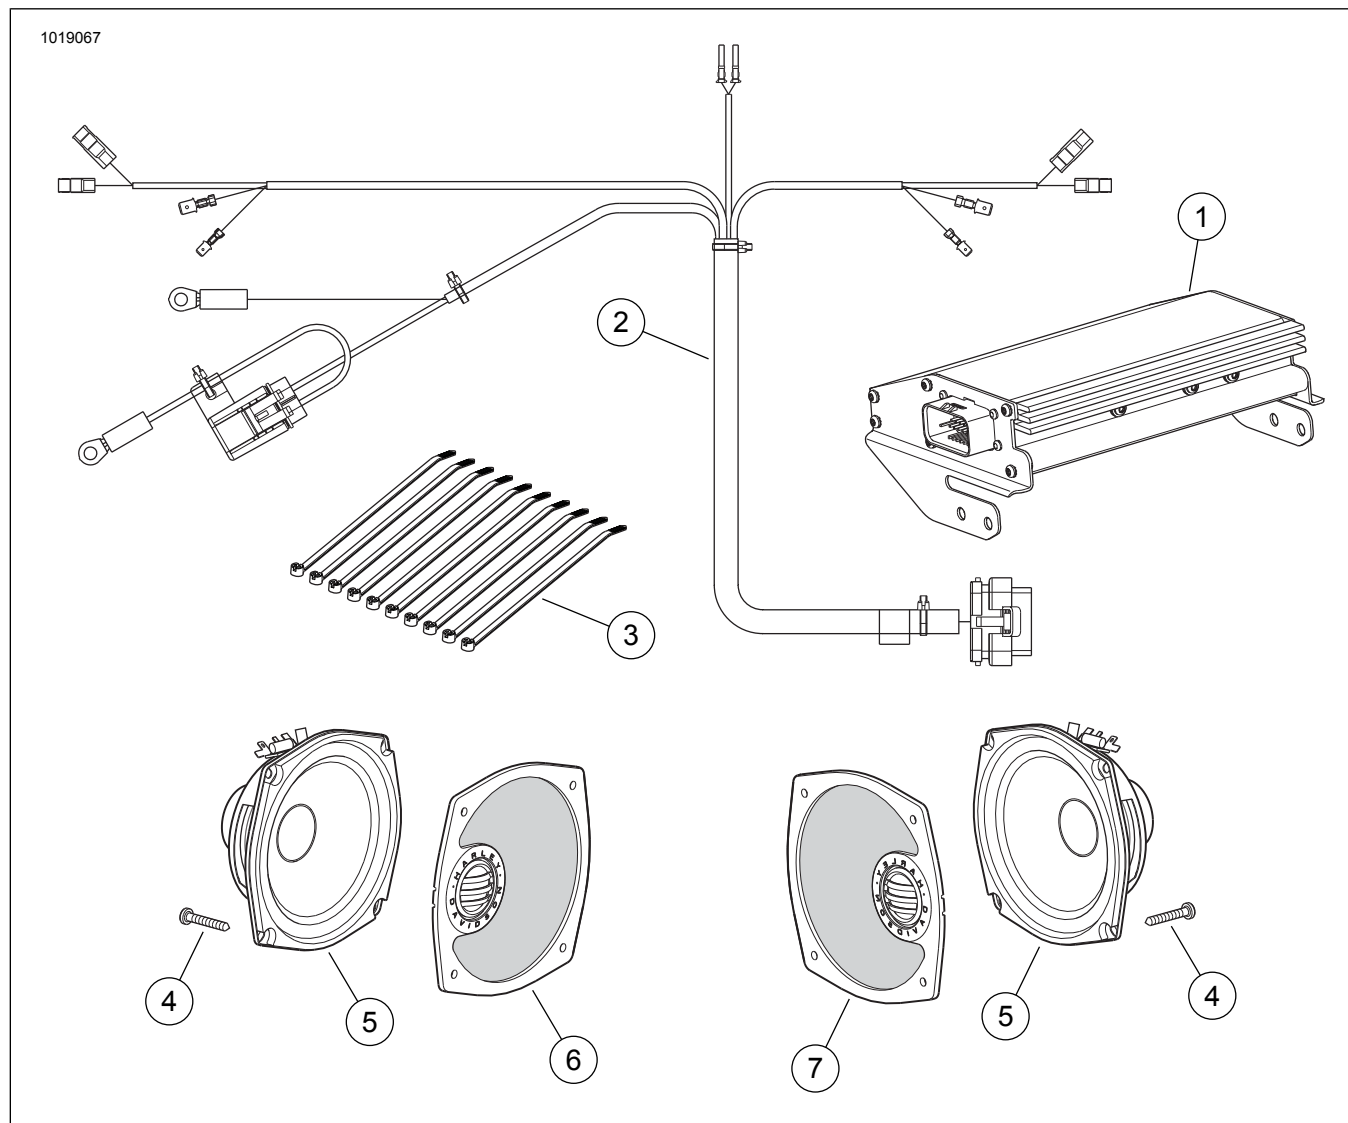

Figura 7. Peças de reposição, Kit amplificador do Boom! Audio
1. Veja a figura 7. Pegue o chicote de fios do amplificador (2) **deste** kit.